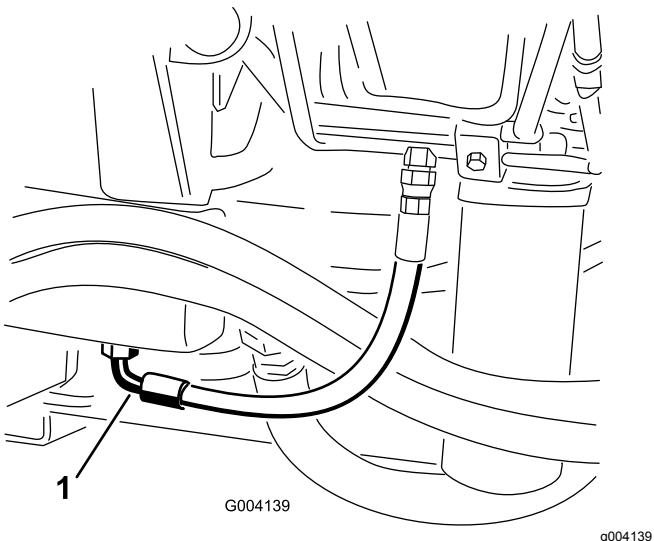

Figura 76
2. Coloque um recipiente de escoamento grande debaixo da união presa à parte de baixo do reservatório do fluido hidráulico (Figura 76).